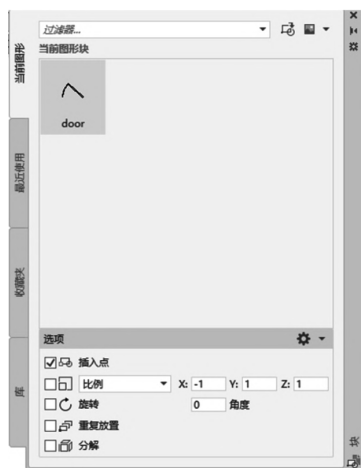

图 1-65 左侧门块插入参数设置
②执行【插入块/I】命令，按如图 1-65 所示设置插入对话框，单击【确定】后跟随鼠标出现在屏幕上，接着拾取插入点 B(左侧门洞的左上角点)。